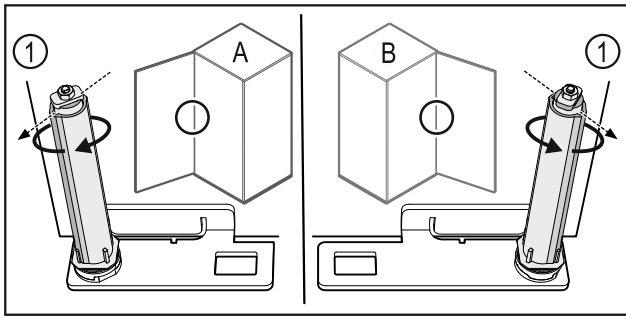

Fig. 61 左门挡(A) / 右门挡(B)
- ▶ 克服阻力转动关门系统，直至关门系统 Fig. 61 (1) 的连接片朝外。